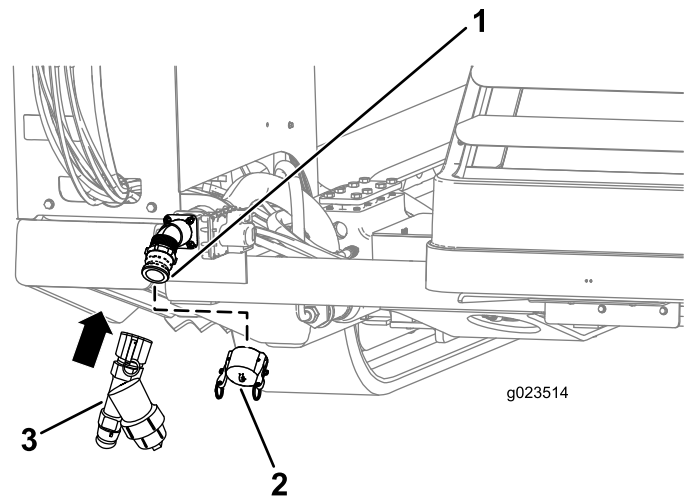

Figure 46
1. Déposez le bouchon d'entrée de la pompe (Figure 46).
2. Alignez le filtre en Y sur le filetage de la pompe (Figure 46).